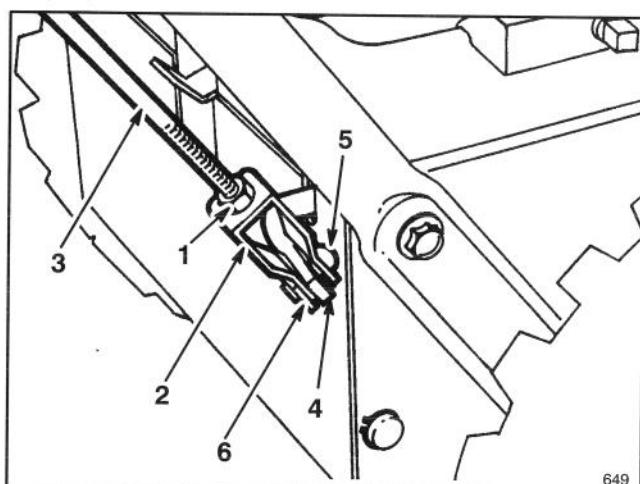

Figure 8
1. Desserrez l'écrou de blocage au-dessus de l'étrier sur la tige de commande supérieure (Fig. 8).
2. Alignez les trous de l'étrier et de la tige de commande inférieure et insérez la cheville d'étrier (Fig. 8).
5. Pour régler cette distance retirez la cheville de l'étrier, desserez l'écrou de blocage et faites monter ou descendre l'étrier sur le filetage selon que vous désirez accroître ou réduire la distance entre la poignée et le levier de commande de la tarière (Fig. 8).
6. Une fois que le réglage est correct, replacez la cheville d'étrier et fixez-la en place avec la goupille fendue. Serrez le boulon de blocage pour assujettir l'étrier (Fig. 8).